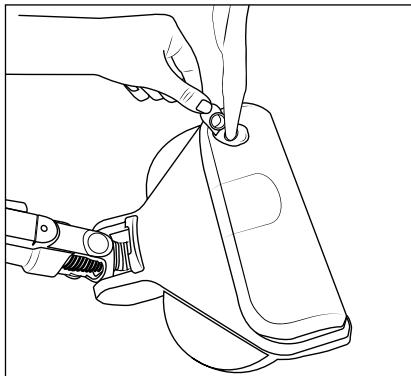

Abb. 16
- 1) Fassen Sie die Verschlusslasche ⑧ des Frischwasserbehälters ③ mit den Fingern und ziehen Sie diese nach oben aus der Einfüllöffnung des Frischwasserbehälters ③ (siehe Abb. 16).
- 2) Füllen Sie Leitungswasser oder destilliertes Wasser in den Frischwasserbehälter ③ (siehe Abb. 16).
- 3) Verschliessen Sie die Einfüllöffnung des Frischwasserbehälters ③ wieder, indem Sie die Verschlusslasche ⑧ fest in die Einfüllöff-nung drücken.